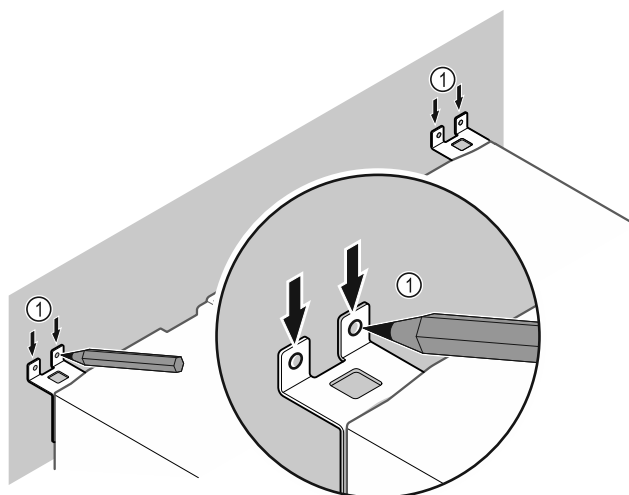

Fig. 70
- Tracer des repères sur le mur Fig. 70 (1).